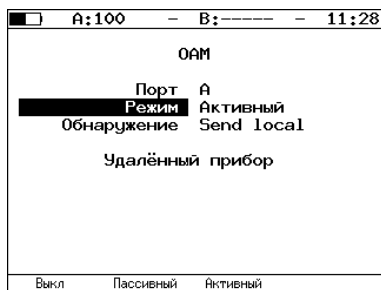

Рис. 7.52. Меню «ОАМ»
3. Перейти в меню «OAM» (см. рис. 7.52).